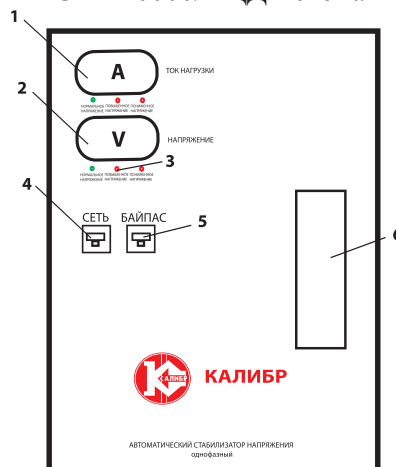

рис.1
3.1 Общий вид* передней панели стабилизатора модели АСН - 7000/1 ЦДм и АСН - 10000/1 ЦДм схематично представлен на рис.1